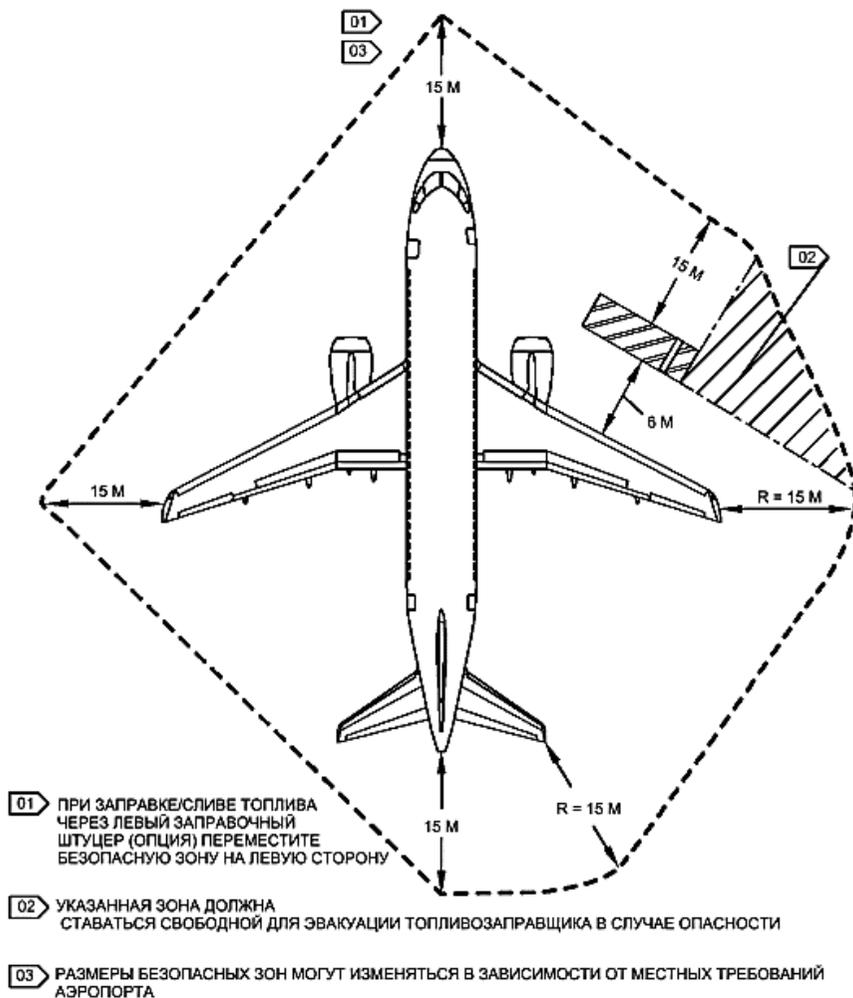

Рис. 3. Опасные зоны при заправке/сливе топлива.
8. Убедитесь в том, что топливозаправщик установлен согласно схеме (рис. 3) и нет преград для его выезда.